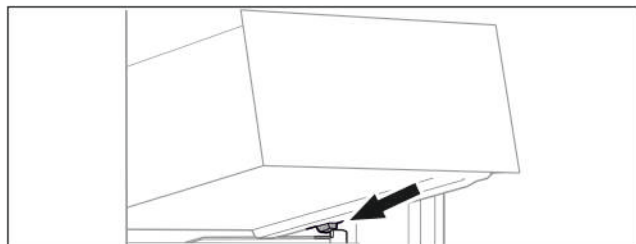

Fig. 17
- ▶ Встановити висувний ящик за стопорами на ребро для резервуару навкоси Fig. 17 ().